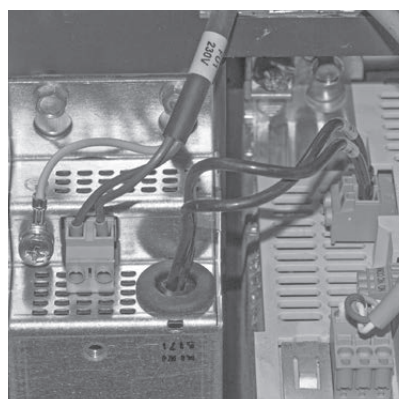

Fig.104 Collegare cavo e messa a terra, inserire la spina
- ▶ Sfilare la spina bipolare dai convertitori di frequenza e montarla sul cavo del filtro di rete – Fig. 104.
- ▶ Montare i filtri di rete con 4 viti M5x12 TT ciascuno e inserire i cavi o collegare la messa a terra – Fig. 104.